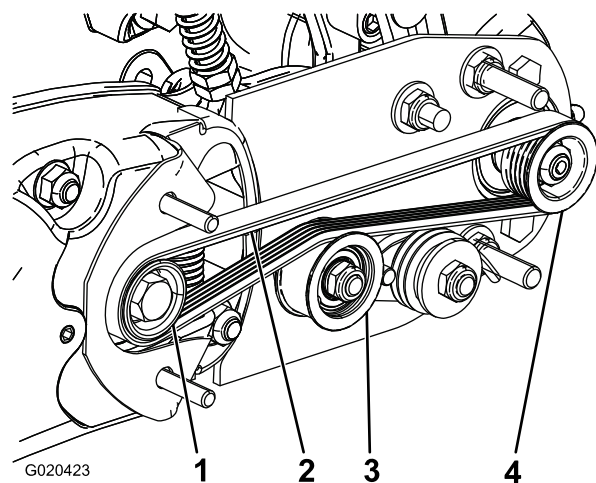

図 24
- A. **駆動** プーリにベルトを掛け、次に、アイドラプーリの上部に掛ける 図 24。
- B. **受動** プーリからベルトを掛け始める 図 24。